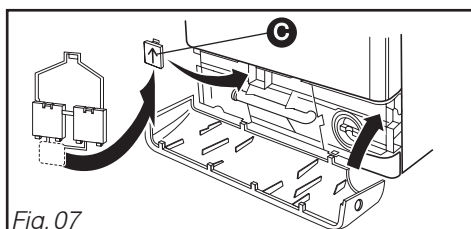

Fig. 07
– Bouchez le trou laissé par la bride à l'aide du **cache** fourni **C** (Fig. 07).
– Reclippez la plinthe (Fig. 07).